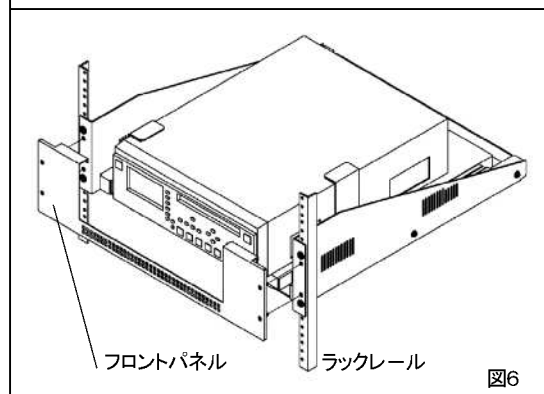

図6
6. フロントパネルを内臓のネジにてラックレールに取付ける。(図6参照)